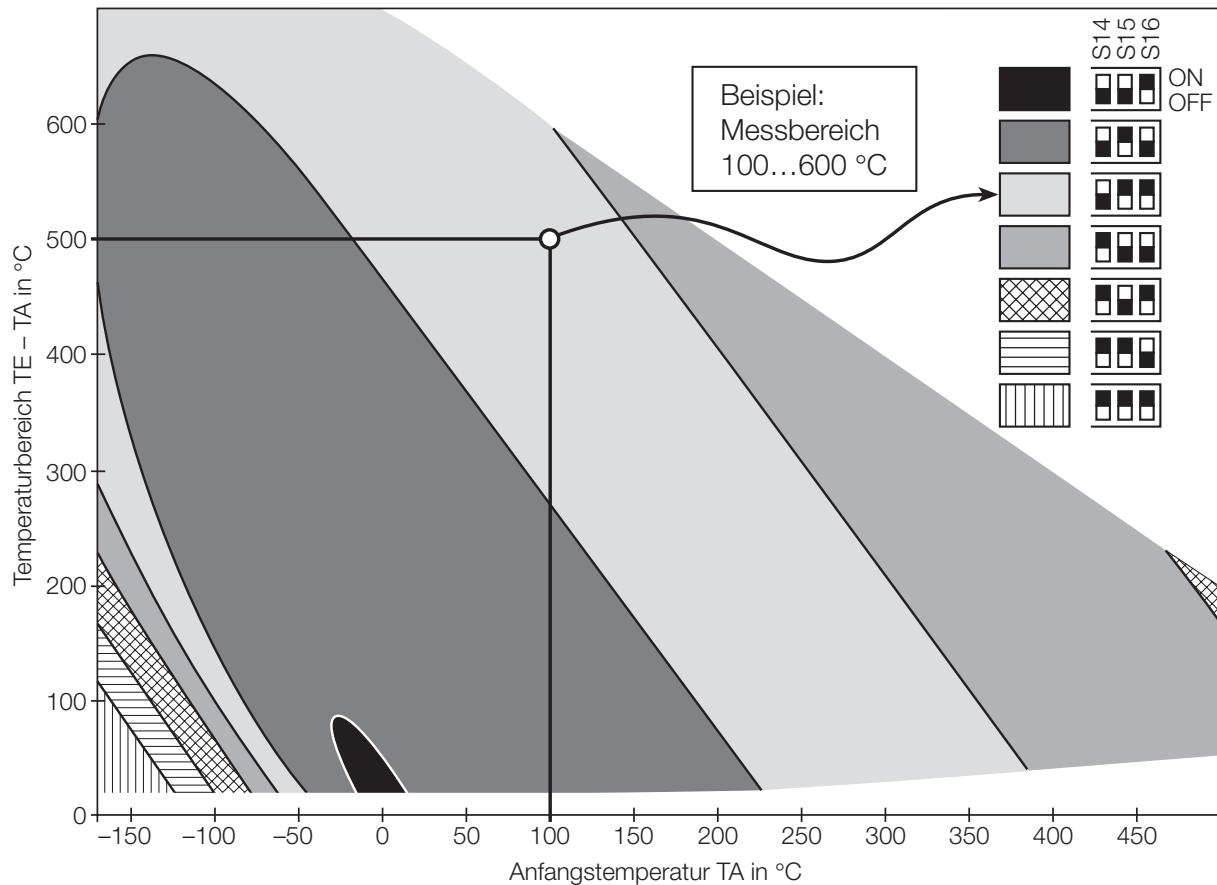

Bild 7. Ermittlung der Schalterstellungen (S14...S16) für die Linearisierung.
Je nach Messbereich-Anfangswert (TA) und Temperaturbereich (TE – TA) ist eine spezielle Schalterkombination erforderlich, um die richtige Linearisierung einzustellen. Bild 7